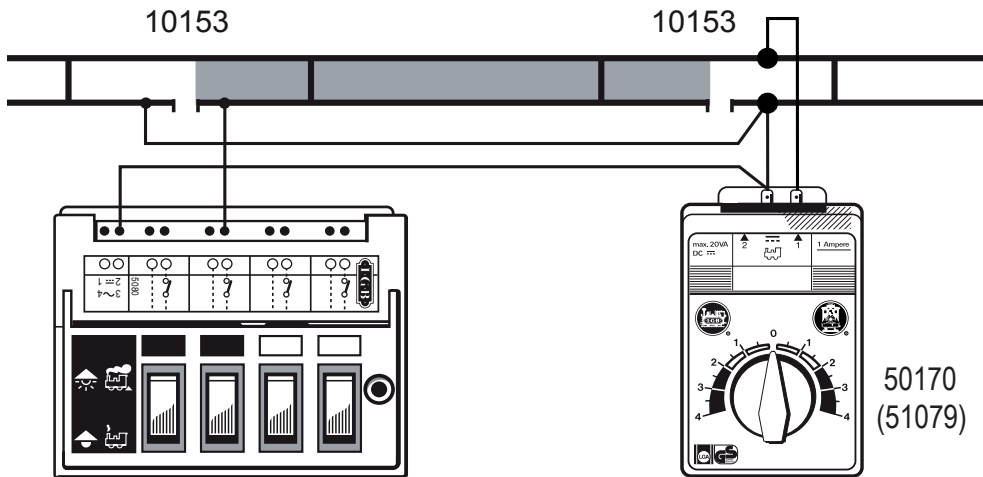

Bild 2, Ill. 2, Fig. 2, Afb. 2, Figura 2
- Mit zwei Unterbrechergleisen (10153), einem LGB-Schaltpult (51805) und einem LGB-Fahrregler können Sie einen isolierten Streckenabschnitt bauen. Dann können Sie eine Lok in diesem Abschnitt anhalten, während ein andere Lok weiterfährt (*Bild 2*).
- À l'aide de deux voies de rupture (10153), d'un pupitre de commande (51805) et d'une Commande LGB, vous pouvez constituer une section de ligne isolée. A présent, vous pouvez mettre une locomotive à l'arrêt dans cette section de ligne, pendant qu'une autre continue de rouler (*Fig. 2*).
- Met twee onderbrekingsrails (10153), een LGB schakelkastje (51805) en een LGB rijregelaar kunt u een geïsoleerde sectie opbouwen. Het is dan mogelijk om binnen deze sectie een loc te laten stoppen terwijl een andere loc doorrijdt (afb. 2).
- Puede construir un cantón de vía aislado con dos vías interruptoras (10153), un pupitre de conmutación LGB (51805) y un regulador de marcha LGB. A continuación, puede detener una locomotora en este cantón mientras otra continúa la marcha (Fig. 2).